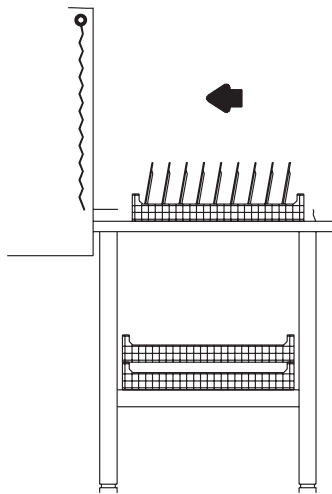

Fig. 23
- Presser le START (10) ou (P9) si électronique, seulement quand la machine est à la température idéale.
- Choisir le panier approprié à la vaisselle à laver, et le charger ainsi (voir fig. 23):